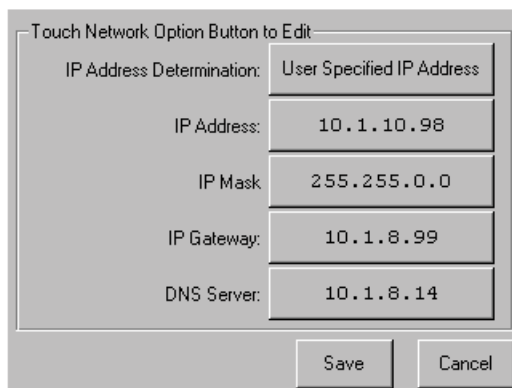
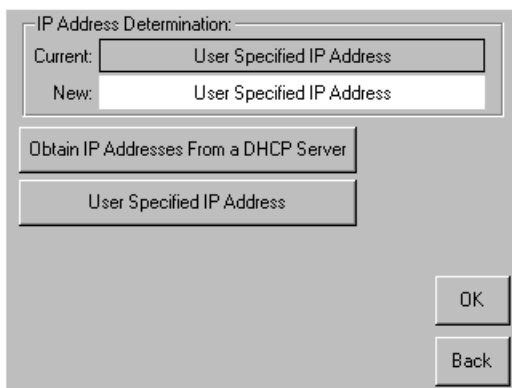

図3-10: [IP Address Determination]画面
図3-11: [User Specified IP Address]画面
1. メニュー画面の[Edit Options]エリアにある[Network]に触れます。[IP Address Determination]画面が表示されます（図3-10を参照）。
2. [IP Address Determination]オプション（図3-10を参照）に触れてから、[User Specified IP Address]オプションに触れます（図3-11を参照）。